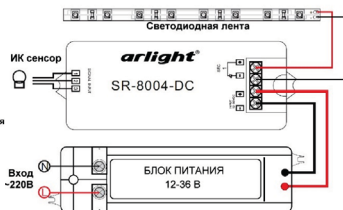

Рис.2. Подключение датчика SR-8004-DC
3.5.2. Подключение датчика SR-8004_DC (Рис.2):